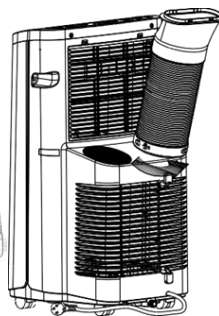

Fig. 7
2. Fixer l'extrémité du tuyau d'échappement au disque de jonction à la sortie d'échappement située à l'arrière de l'appareil en tournant dans le sens contraire des aiguilles d'une montre (comme indiqué à la Fig. 7).